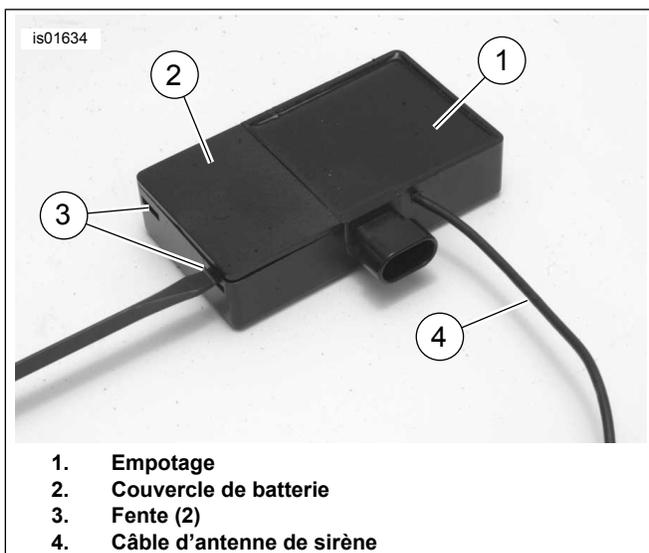

Figure 5. Insérez le tournevis dans les fentes (Smart Siren II)
Le Smart Siren II peut être identifié par la présence d'un fil d'antenne émetteur de téléavertisseur (voir Figure 5) à côté du réceptacle du connecteur. Le Smart Siren n'a pas de fil d'antenne.
1. Consultez Figure 5 . Retirez le couvercle de la pile (2) de la boîte de sirène comme suit :
- a. Placez la sirène sur une surface solide et plane avec l'emplotage (1) et le couvercle de la pile vers le haut.
- b. Insérez un tournevis à lame plate dans l'une des fentes (3) sur le côté du boîtier de la sirène. Appuyez jusqu'à ce qu'un coin du couvercle se soulève légèrement.